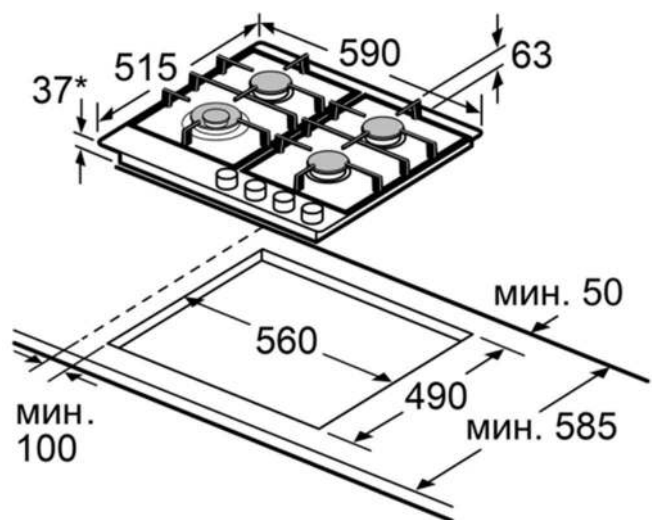

Рис.66.
86. При установке варочной поверхности шириной 59-60 см соблюдайте размеры указанные на Рис. 66.